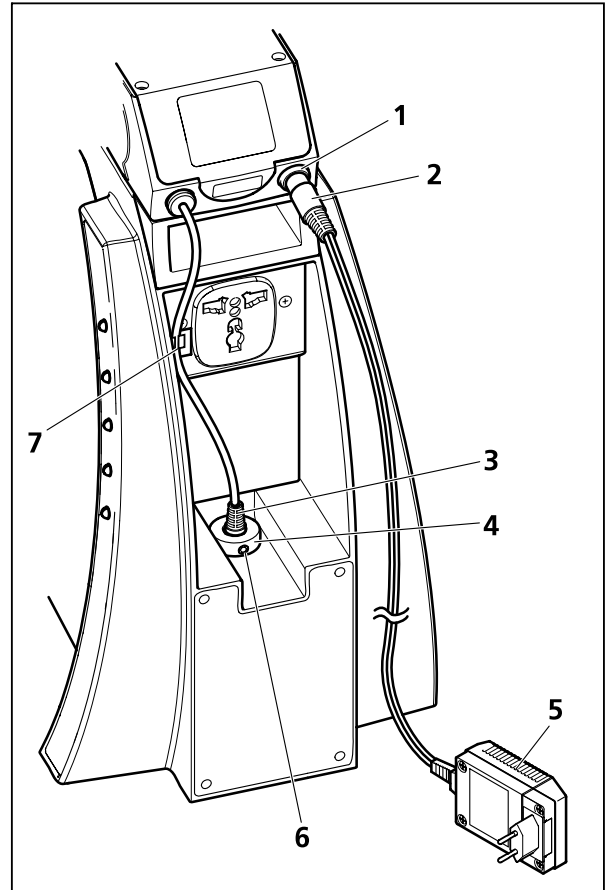

图 9 电源连接
- 拧松仪器背面的无头螺钉（图 9/6），拔出插头式电源转换器（图 9/5）的插头（图 9/2），并插入落射装置上的插孔（图 9/1）。
- 将落射装置的插头（图 9/3）插入座架上的插孔（图 9/4），并用无头螺钉（图 9/6）紧固。
- 将落射装置的连接线缆按进线缆卡环中（图 9/7）。